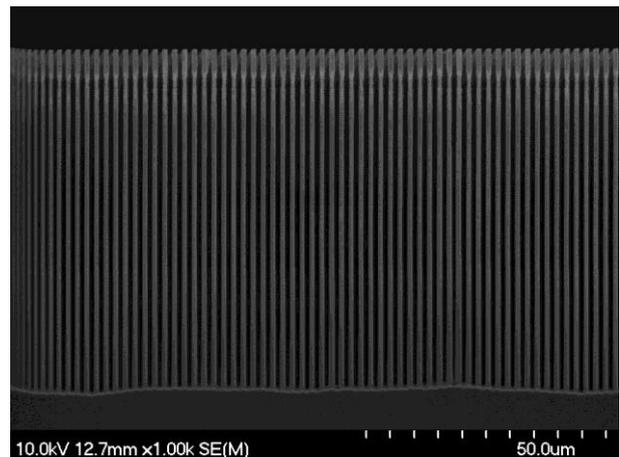

Fig. 1 1  $\mu$ m trench of 1st trial (Al mask).
(1) L/S 1  $\mu$ m で深さ 70  $\mu$ m の構造が形成できていることを確認した (Fig. 1). 一方, 表面から数  $\mu$ m の深さで異常形状が確認された. DRIE 初期のマイルドな条件から高速加工条件への急峻な条件変更のタイミングで不連続な形状が生成した模様である. また, ZEP-520A レジストは描画時間が長いことが課題と認識した.